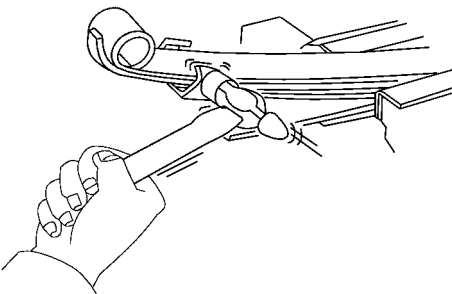

图 14-188 用锤子将弹簧夹扣敲弯到相应位置
(2) 弯紧弹簧夹扣。使用锤子将弹簧夹扣敲弯到相应的位置，如图 14-188 所示。
(3) 安装缓冲器。